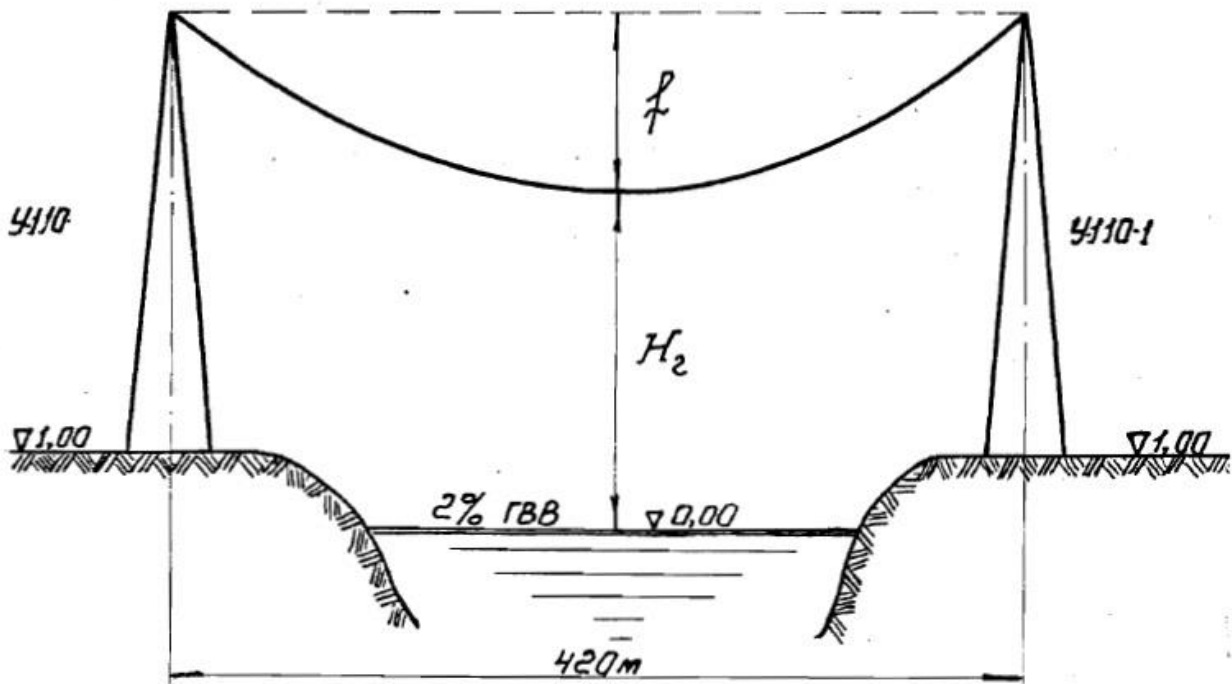

Рисунок 14 – Схема пересечения ВЛ с судоходной рекой.
43. Пересечение ВЛ 10 кВ с судоходной рекой намечено выполнить на металлических опорах У-110-1 (рис. 14). Определить высоту опоры и марку провода, исходя из минимума затрачиваемого металла. Требуемый судоходный габарит $H = 14$ м. Климатические условия по трассе ВЛ: расчетная скорость ветра 25 м/с, давление ветра - 40 кг/м², гололед 5 мм. Максимальная температура $t = +32^\circ\text{C}$, минимальная температура $t = -40^\circ\text{C}$ среднеэксплуатационная температура $t_3 = +3,4^\circ\text{C}$.